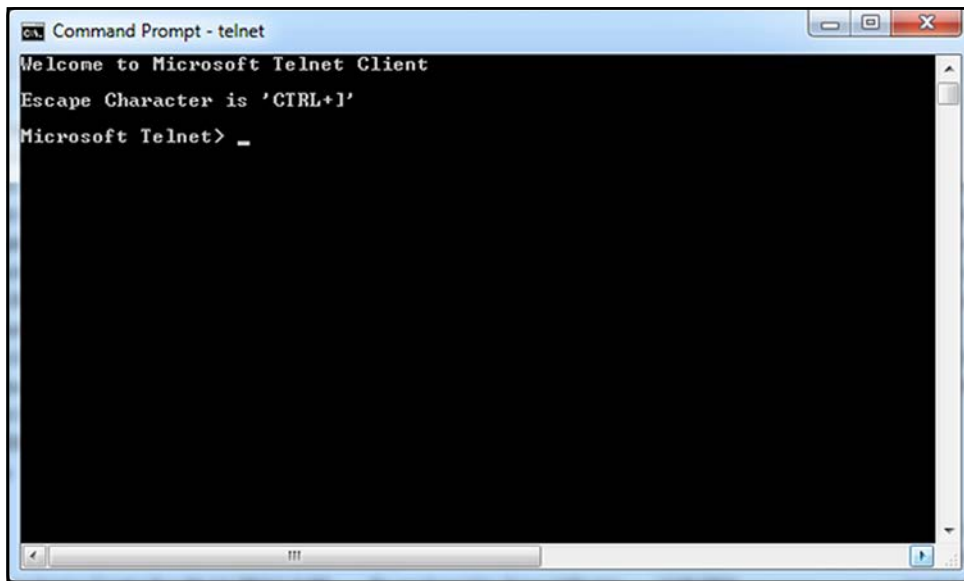

図 114: Telnet クライアント
1. Windows のコマンドプロンプトで、**telnet** と入力し、Telnet クライアントを実行します（以下の図114 を参照）。